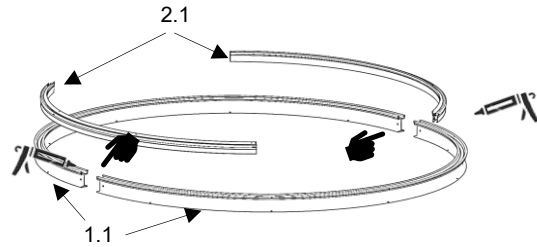
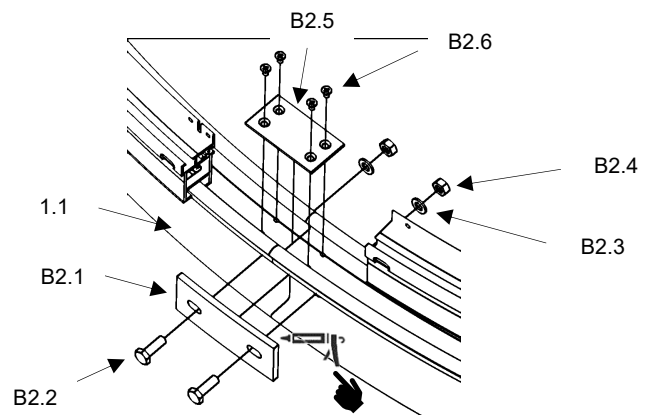

Abb.1
Abb.2
- die Laufschienen incl. Fundamentrahmen (Pos. 1.1) mit Laufrollenprofilen (Pos. 2.1; 2.2) in Position bringen. (Abb.1)
- beide Laufrollenprofile (Pos. 2.1;2.2) müssen vor dem Zusammenbau auf den beiden Laufschienen (Pos. 1.1) verbleiben! (Abb.1)
-  Laufschienen-Verbindungs-Stoß mit Silikon abdichten! (Abb.1/Abb.2)
- der Radius von der Verbindungsglasche (Pos. B2.1) sollte am Radius der Laufschiene (Pos. 1.1) anliegen! (Abb.2)